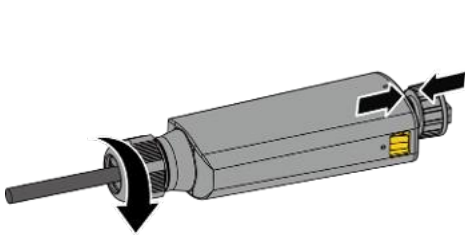

Abb. 34. Dichtung anbringen und Kabelverschraubung festziehen
4. Schließen Sie das Gehäuse mit den beiden Entriegelungsglaschen und ziehen Sie die Kabelverschraubung fest. [\times W_16/ \blacktriangleleft 2 Nm] (siehe Abb. 34.)